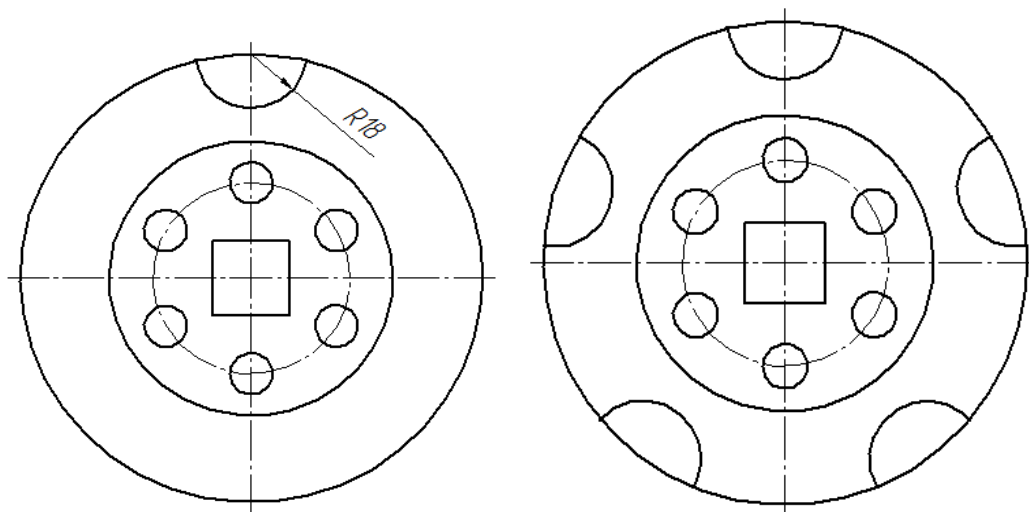

Рисунок 6.
7. На пересечении вертикальной осевой линии и окружности  $\varnothing 150\text{мм}$  выполнить  **Дугу окружности R18мм** (рисунок 6). Выполните 5 копий относительно центра квадрата (рисунок 6).